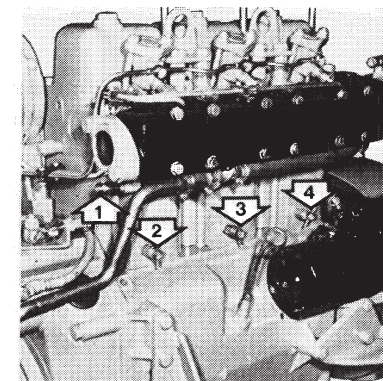

Abb. 26. Ablaßhähne für Kühlwasser
- a. Die Ablaßhähne (auf der Steuerbordseite) – einer für jeden Zylinder und einer auf dem wassergekühlten Auspuffrohr, siehe Abb. 26 – öffnen und das gesamte Kühlwasser aus Motor und Auspuffrohr ablassen. Danach sämtliche Ablaßhähne schließen.
- f. Alle Abblähne öffnen und das gesamte Kühlwasser aus dem Motor ablassen, siehe Abb. 26. **Das Rostschutzgemisch bietet keinen Gefrierschutz für den Motor.**